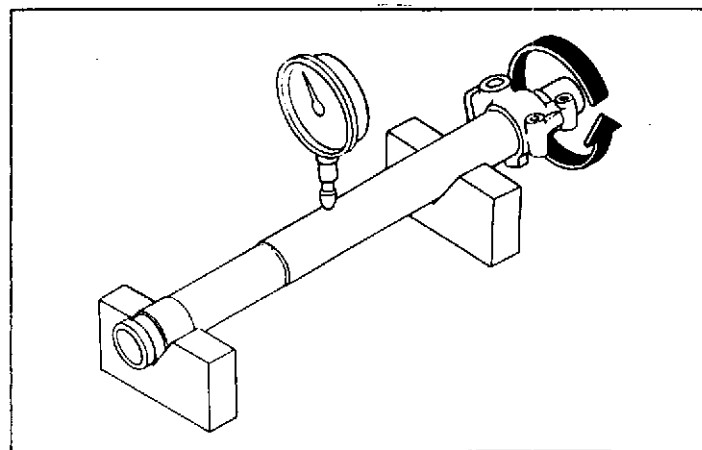

Fig. 3
- 3) Posizionare il tubo scorrevole su due blocchi a "V" e misurare la scontratura (Fig. 3).
- 3) Set the slide pipe on V-blocks and measure the runout (Fig. 3).